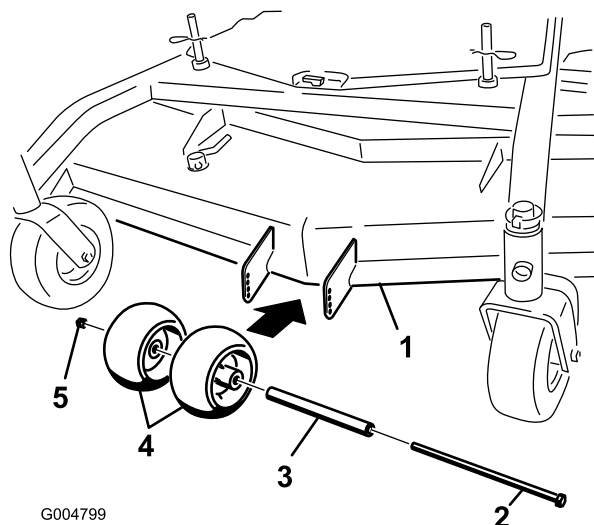
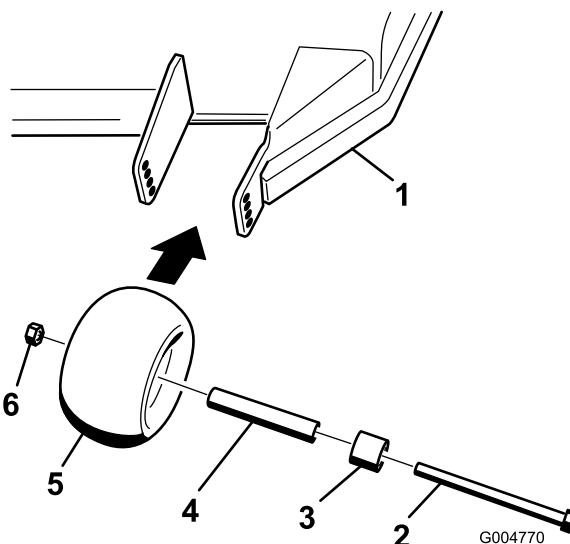
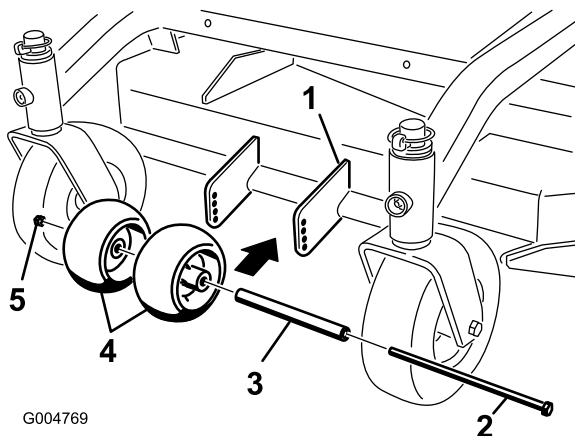

Figure 14
Figure 15
Figure 16
- Après avoir réglé la hauteur de coupe, vérifiez que les galets anti-scalp procurent une garde au sol minimale de 10 mm (3/8 po) (Figure 14, Figure 15, Figure 16).
- Si un réglage est nécessaire, retirez le boulon, les rondelles et l'écrou (Figure 14, Figure 15, Figure 16).
- Choisissez le trou requis pour que les galets anti-scalp soient à 10 mm (3/8 po) ou plus du sol (Figure 14, Figure 15, Figure 16).
- Remettez le boulon et l'écrou (Figure 14, Figure 15, Figure 16).